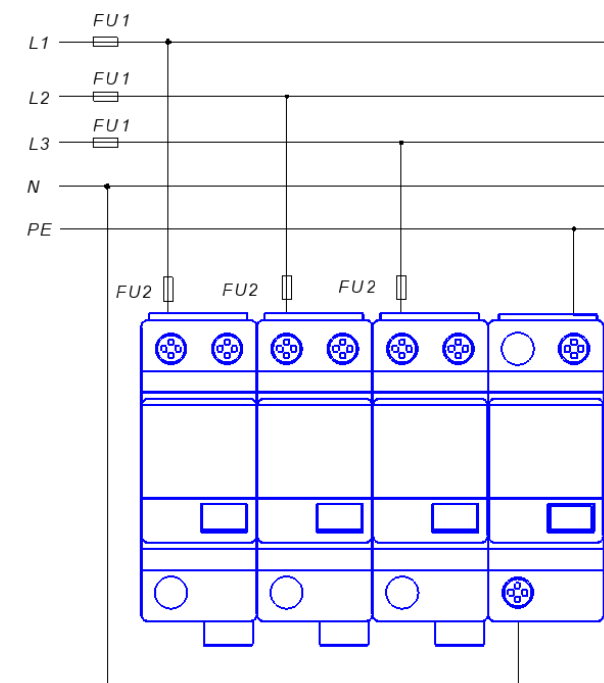

Рисунок 5 – Подключение УЗИП по параллельной схеме
1.5.7 Подключение УЗИП по параллельной схеме показано на рис. 5. Защитные предохранители FU1 устанавливаются на вводе в электроустановку. Номинал дополнительных защитных предохранителей FU2 25 А gG, устанавливаются если  $I_U > 25$  А gG.